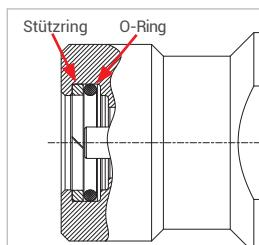

Abbildung 3
- ▶ Kontrollieren Sie vor dem Einsetzen des Nippeleinsatzes (Pos. 7) die beiden Dichtelemente (O-Ring und Stützring, Abbildung 3) auf korrekte Einbaurichtung, richtigen Sitz und Beschädigung.